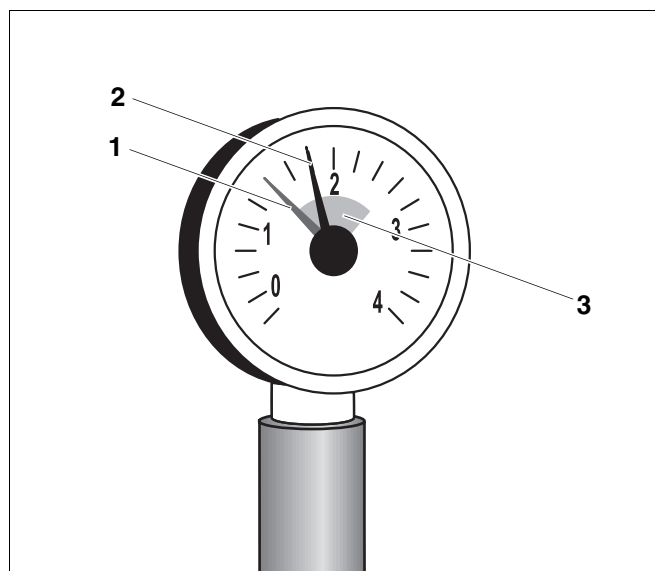

Abb. 24 Manometer für geschlossene Heizungsanlagen
- Roter Zeiger (Abb. 24, **Pos. 1**) des Manometers der Heizungsanlage auf den erforderlichen Mindestdruck von 1 bar einstellen.